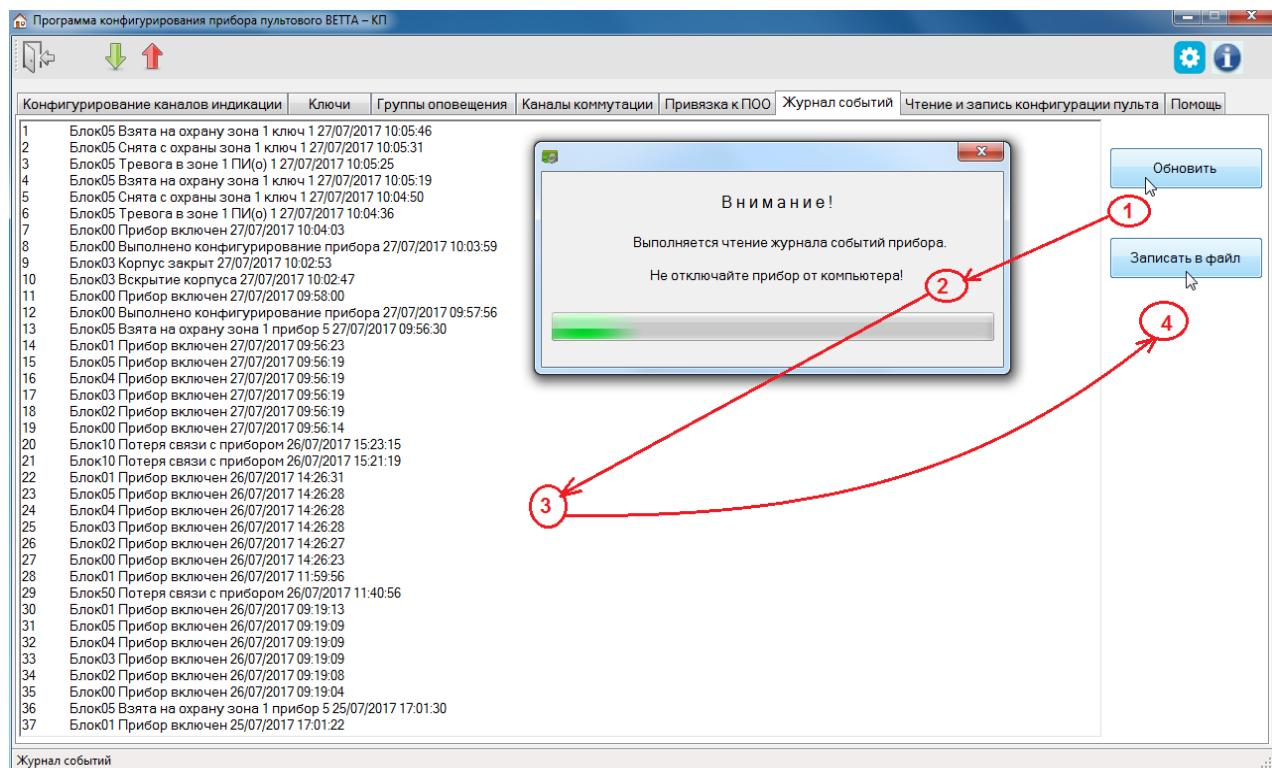

Рис. 31. Порядок действий при чтении журнала событий системы
4) после завершения чтения текущей конфигурации и запуска основного окна программы-конфигуратора, перейдите на вкладку «Журнал событий» (Рис. 31);
5) нажмите кнопку «Обновить» (Рис. 31, шаг 1);
6) программа выдаст информационное диалоговое окно (Рис. 31, шаг 2), которое автоматически закроется после завершения процесса считывания журнала из ОКП;
7) после считывания журнала из ОКП информация о системных событиях становится доступной в окне программы (Рис. 31, шаг 3), записи выводятся в хронологическом порядке, последние по времени – сверху;
8) для сохранения журнала событий на компьютере нажмите кнопку «Записать в файл» (Рис. 31, шаг 4) и укажите в появившемся диалоговом окне путь и название файла; сохраненный файл имеет формат rtf и может быть прочитан программами типа текстового редактора Word.